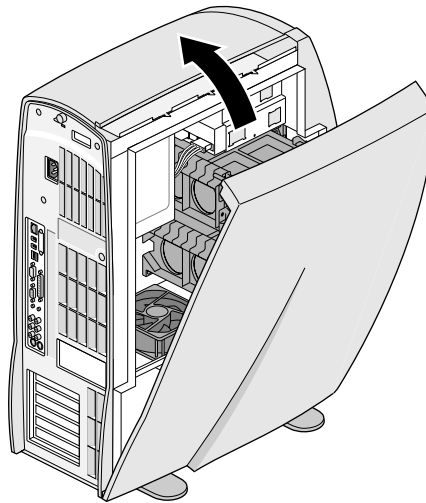

Figura 2-8 Recolocando a tampa lateral
1. Coloque a parte inferior da tampa lateral no entalhe do fundo do chassi. Veja a Figura 2-8.